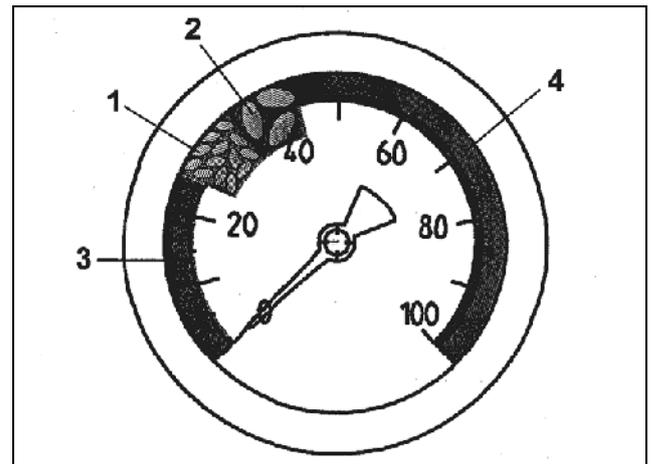

Fig. 107
- 25 et 35 mbars (Fig. 107/1) ou
- entre 35 et 45 (Fig. 107/2) mbars.